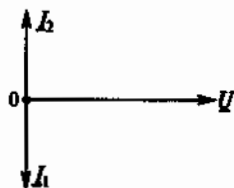

Рис. 73
3.10. Какой из трех цепей, приведенных на рис. 70, соответствует векторная диаграмма, данная на рис. 73?